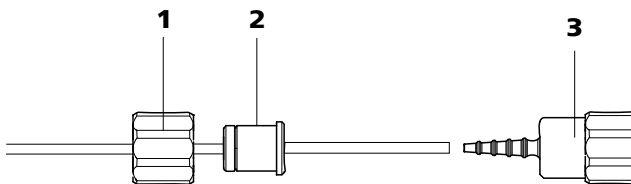

Figura 21 Instalación de una conexión de tubo de bomba sin filtro
- **Caso B:** una conexión de tubo de bomba **sin filtro** 6.2744.160 (véase Figura 21, página 32).